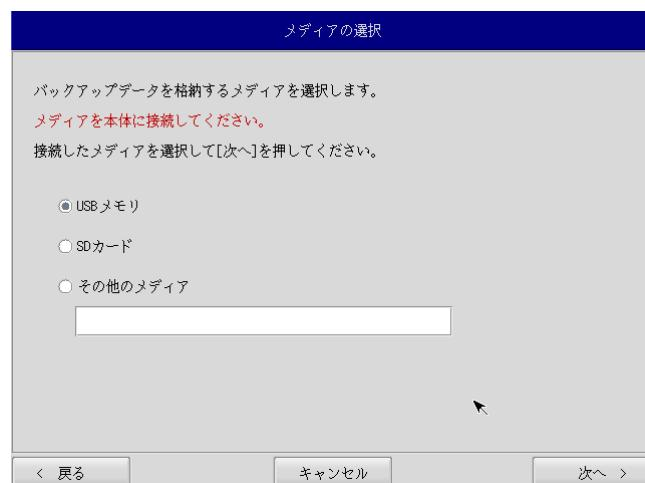

図6-4-1. メディア選択画面
- ② メディア選択画面（図6-4-1）が表示されます。バックアップファイルが保存されているメディアを選択します。USBメモリまたはSDカードを選択し、本体にメディアを接続します。[次へ]ボタンを押します。